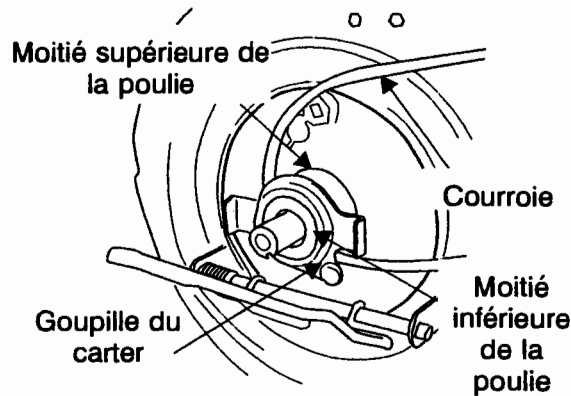

Figure 25
19. Placez la courroie entre les deux moitiés de poulie sur le vilebrequin. Faites attention de faire passer la courroie sur l'intérieur de la goupille du carter. Voir la figure 25.